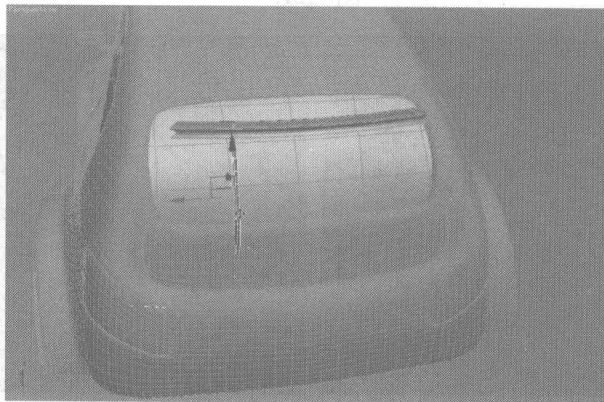

图 7.217
- 30 退出子物体层级，在  控制面板中，单击命令类型选项框右边的小三角按钮，在弹出的下拉列表中选择 **Extrude** 命令，在卷展栏中设置挤压参数，挤压出厚度，如图 7.217 所示。